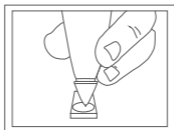

Fig. 6
6. Para comenzar la calibración, pulse suavemente la punta de la sonda, situada sobre el disco de calibración, de forma perpendicular, tal y como se muestra en la Fig. 6. Asegúrese de que la punta de la sonda permanece totalmente presionada durante este proceso para lograr una presión consistente en la punta.